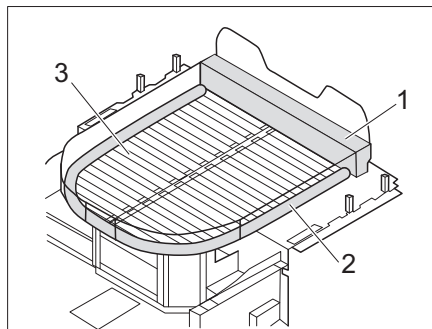

Fig. 182 Cama con extensión de colchón (con colchón adicional y somier)
- Colocar los colchones adicionales (Fig. 182,1 y 2) en la parte delantera y alrededor de la cama tamaño queen.
- Sacar el somier (Fig. 182,3).